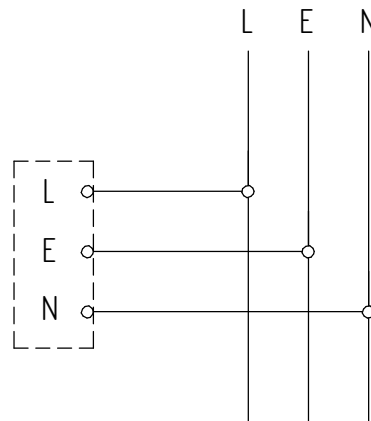

Рисунок 3 - Схема подключения светильников к сети
5.4 Присоедините сетевые провода согласно схеме (см. рисунок 3).